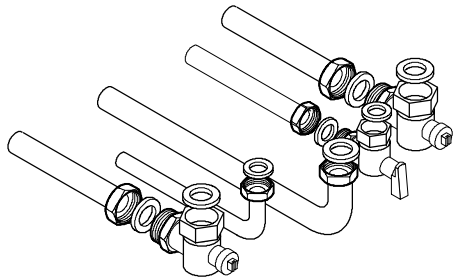

fig. 5.3
- 5 Proceder al empalme de las tuberías utilizando las juntas originales suministradas con los grifos. Se recomienda apretar bien los empalmes hidráulicos y de gas fig. 5.3.